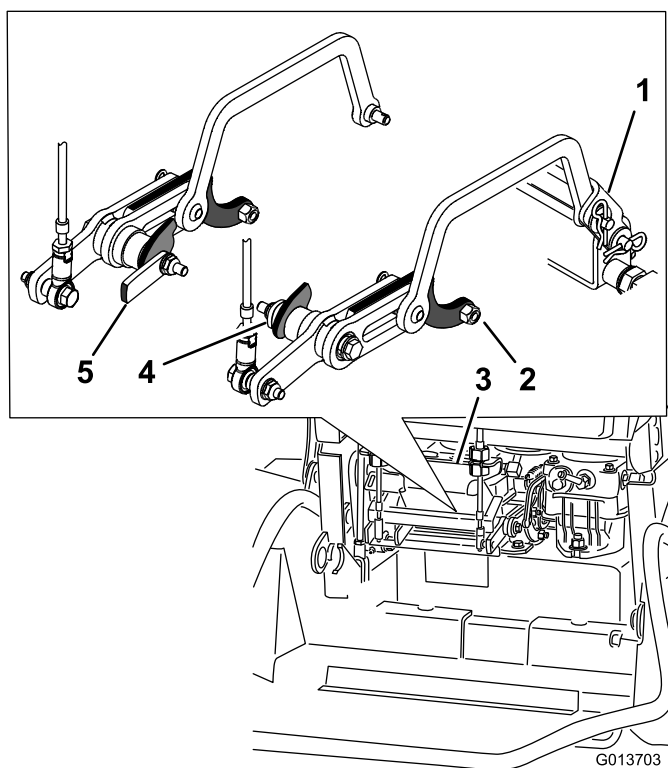

図 6
3. フォークを後ブラケットに取り付ける；新しいボルト (1/4 x 2-3/4 inch)、ワッシャ、ショルダ・ハブ、フランジ・ナット (1/4 インチ) を使用する (図 5 と 図 6)。この時点ではまだ本締めを行わないこと。
5. エンジンの後ろ側から、速度コントロール・リンケージを前ブラケットに取り付ける；平ワッシャとヘアピン・コッター (各1) を使用する (図 5 と 図 6)。
注 ボール・ジョイントは必ずフォークの内側に取り付けてください (図 6)。